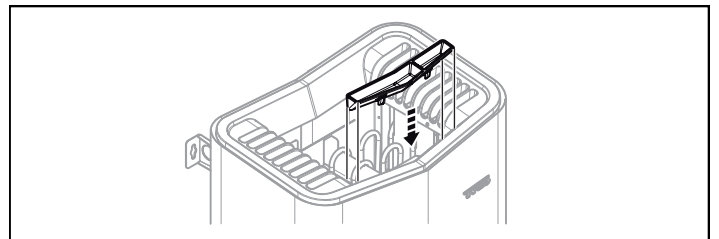

Fig. 12 : Montage du récipient à parfum/de l'humidificateur
10. Coupelle à herbes/humidificateur (voir la figure 12).